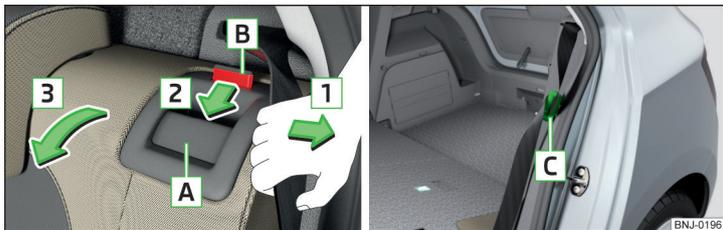

Fig. 56 Abatir el respaldo / Posición de reserva del cinturón de seguridad
- Tirar el cinturón de seguridad externo hacia el revestimiento lateral en el sentido de la flecha **1** » fig. 56.
La lengüeta del cierre del cinturón de seguridad externo **C** puede introducirse en el revestimiento lateral - Posición de reserva » fig. 56.